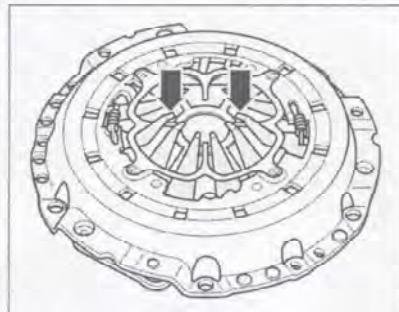

Рис. 7.326. Проверьте износ концов лепестков диафрагменной пружины (стрелки).
3. Проверьте износ концов лепестков диафрагменной пружины (стрелки) (рис. 7.326). Износ не дол-